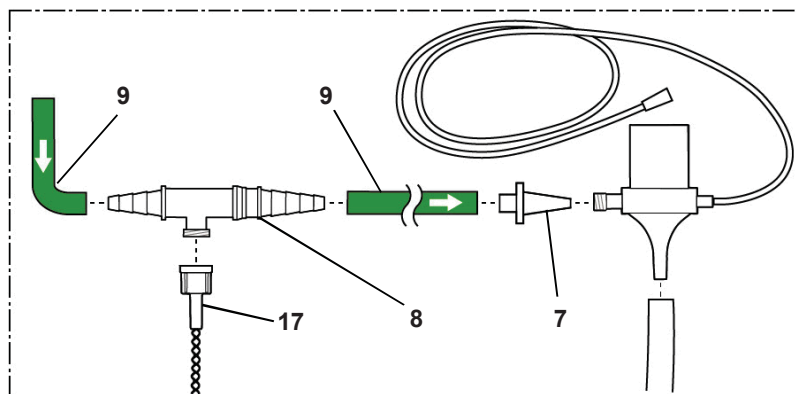

Figure 4 Raccords de la tubulure d'échantillonnage du gaz du patient
3. Couper le tube Natvar vert (**9**) fourni avec le circuit respiratoire Bunnell Jet entre la boîte du patient et l'adaptateur effilé du Life Port (**7**) en son milieu, à environ 15,2 cm de l'adaptateur Life Port (voir la Figure 4).